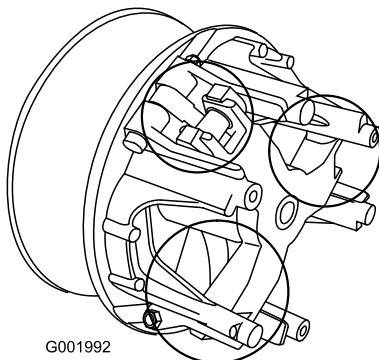

Bild 56
5. Schmieren Sie die beweglichen Teile in den Bereichen, die in Bild 56 eingekreist sind, mit Toro Dry Lubricant Spray ein. Sie erhalten den Spray von Ihrem Toro Vertragshändler oder Distributor.